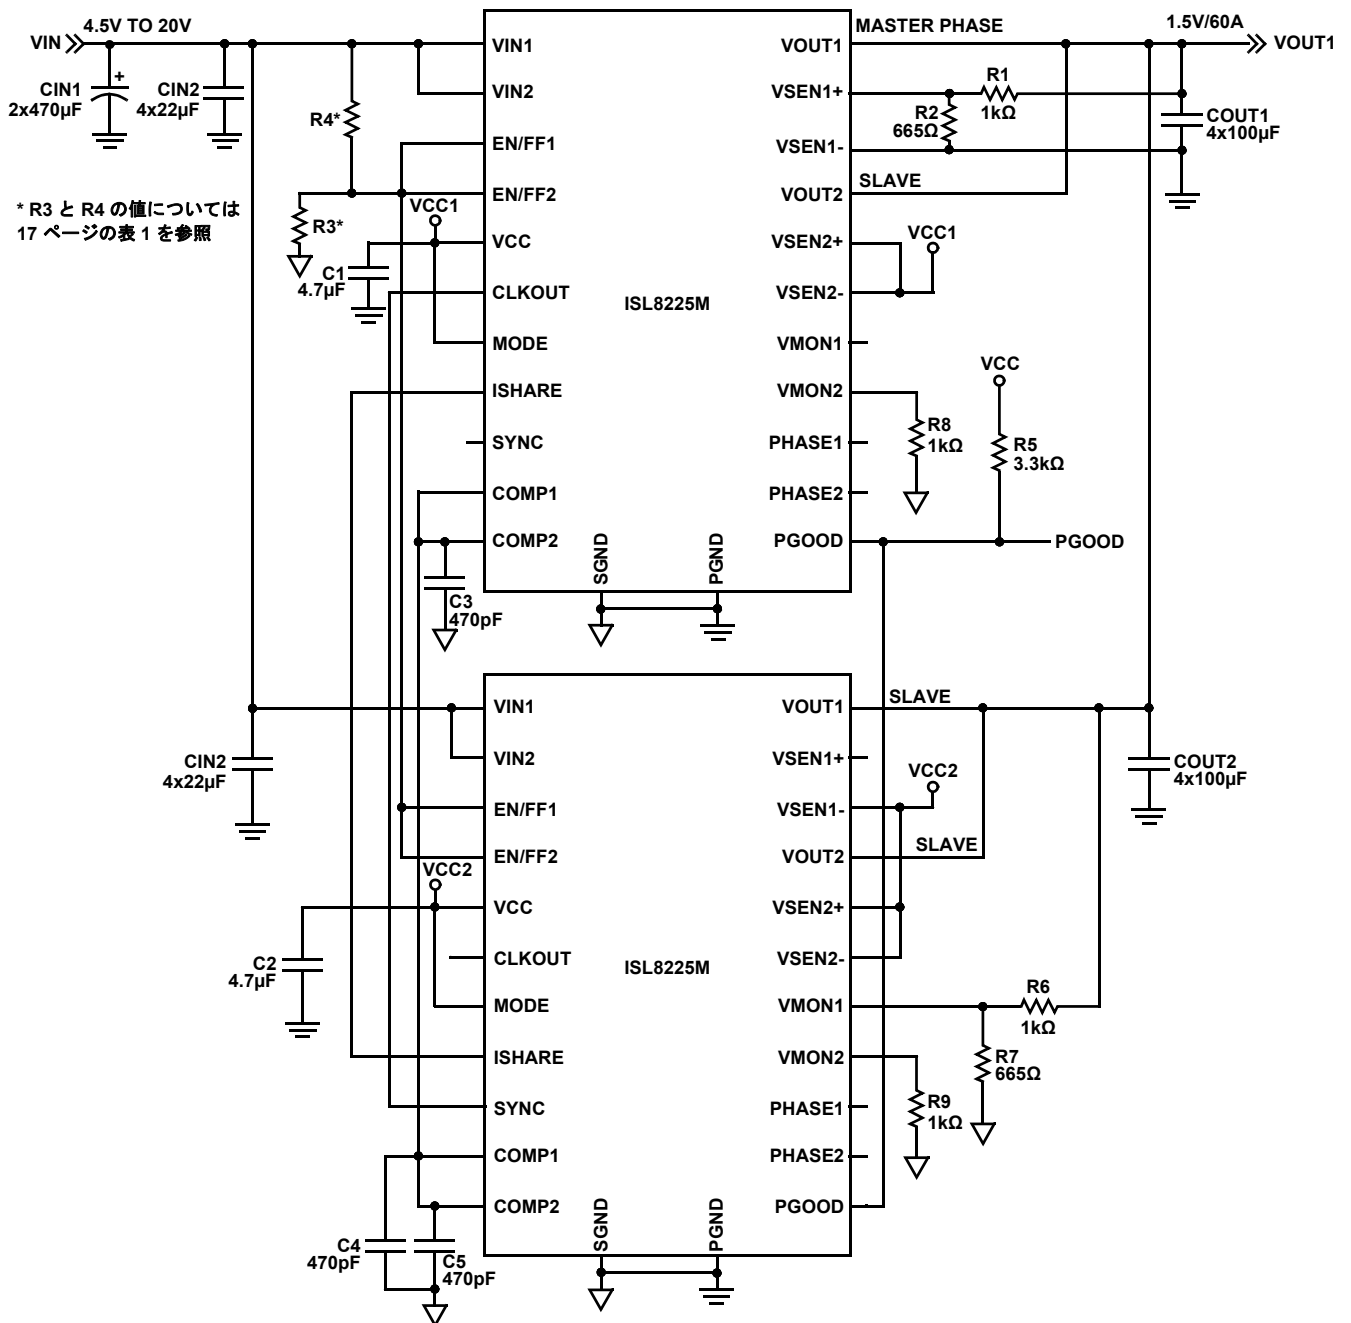
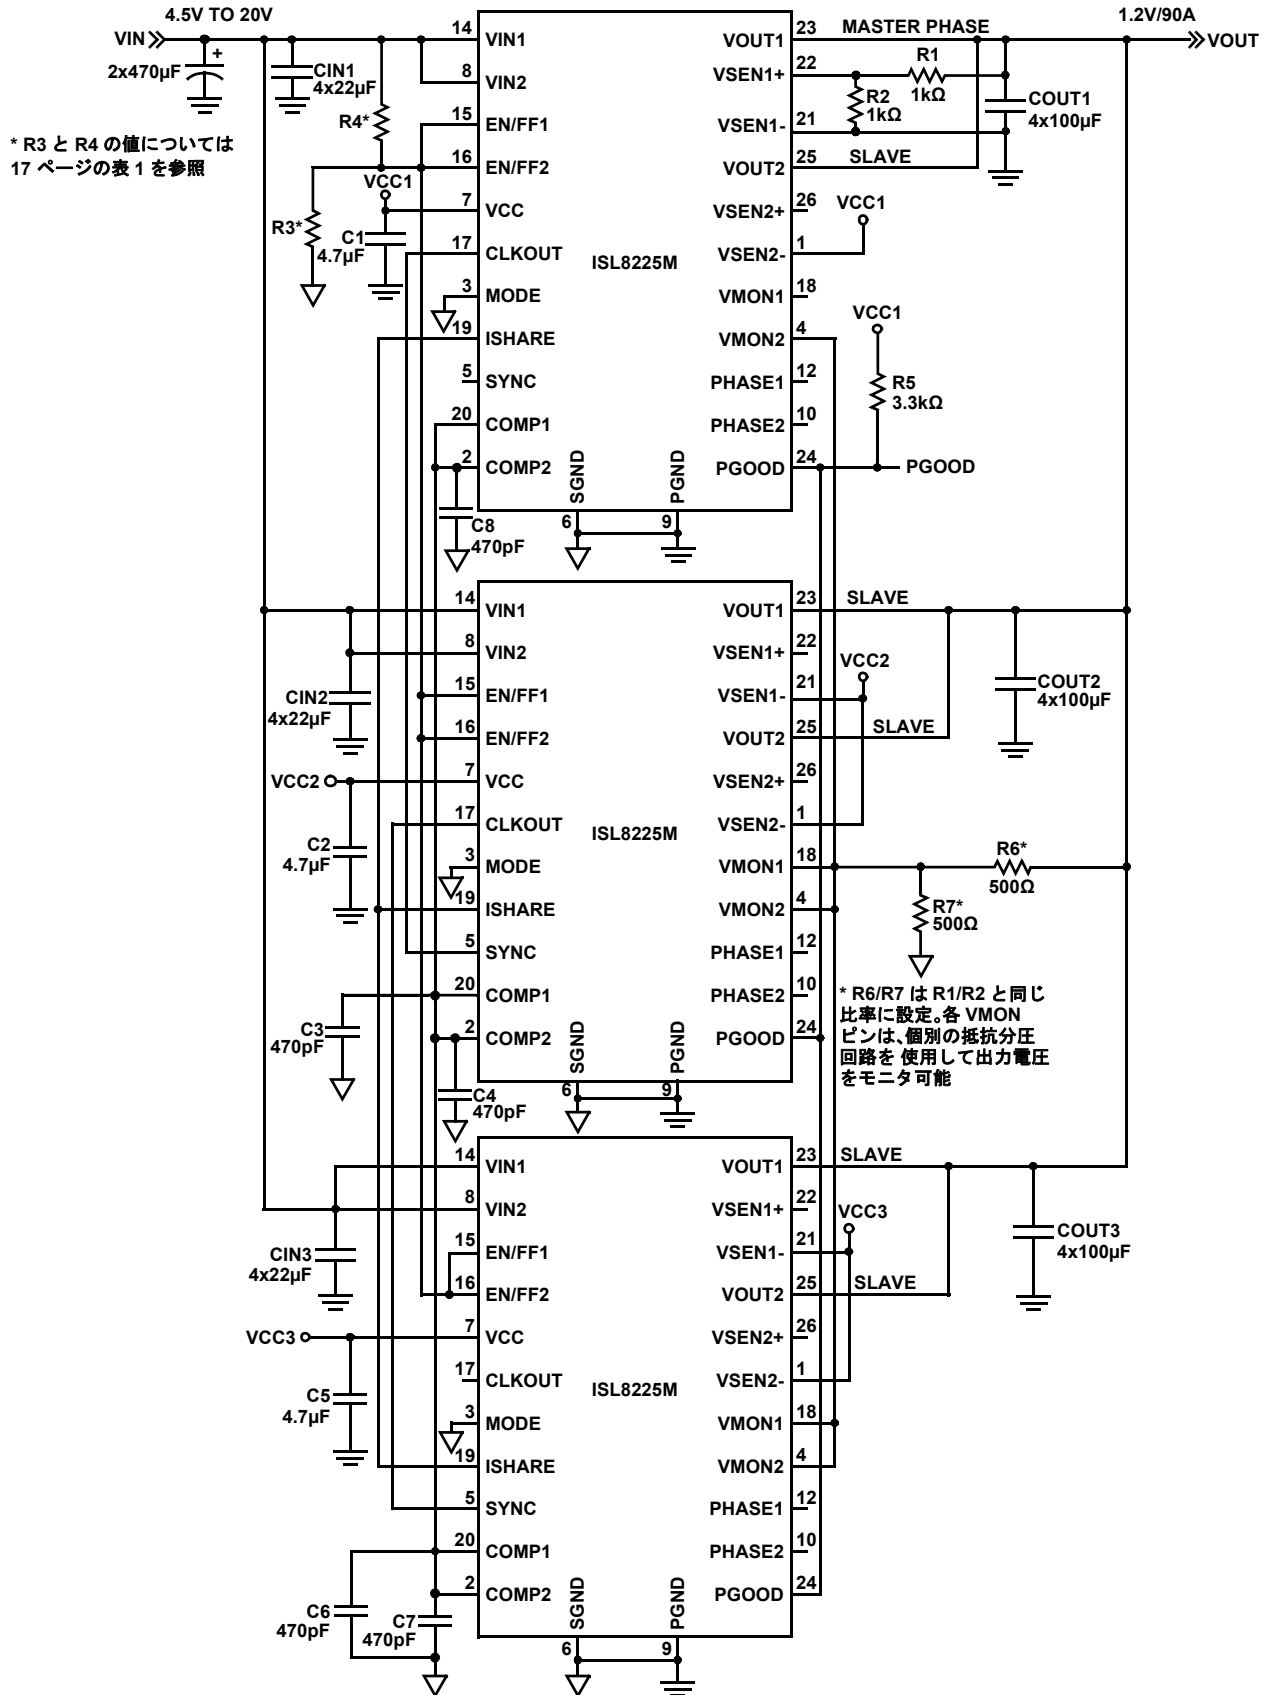

図 22. 90° インターリーブ採用、1.5V/60A 出力の 4 フェーズ並列化
図 24. 90A/1.2V 出力の 6 フェーズ回路
- 「VMON1」は、このピンを同一モジュールの VMON1 ピンに接続することを表しています。「Divider」は、抵抗分圧回路を VOUT と SGND の間に接続することを表しています (図 24 を参照)。「1kΩ」は、1kΩ 抵抗をこのピンと SGND の間に接続することを表しています (図 22 を参照)。